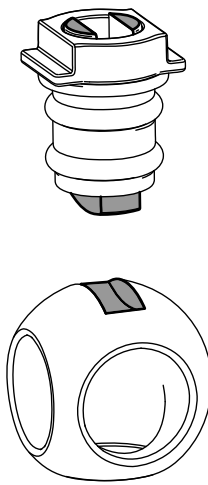

Bild 126
- Setzen Sie die Kugel in das Ventilgehäuse ein (Bild 126).
Hinweis: Der Ventilschaft sollte in den Kugelantriebsschlitz passen. Passen Sie die Position der Kugel an, wenn der Ventilschaft nicht passt (Bild 126).